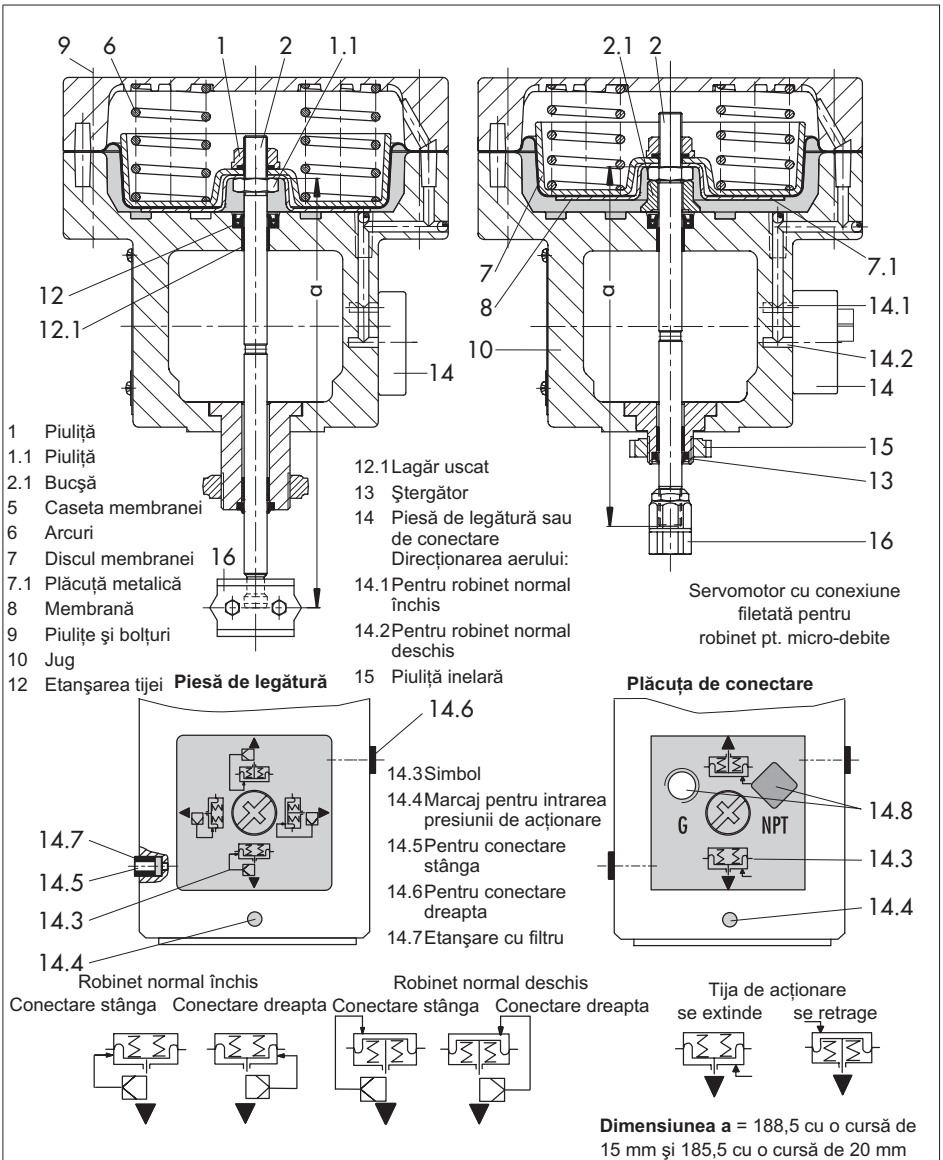

Fig. 4 · Servomotoare tip 3277-5 cu o suprafață utilă a membranei de 120 cm²
Servomotor tip 3277-5 (Fig. 4)
▶ Întoarceți piesa de legătură pentru a alinia simbolul (14.3) pentru acțiunea de autoprotecție adecvată cu marcajul (14.4). Consultați fig. 4, din stânga jos. Direcția de operare (>>) sau (<>) a poziționerului determină dacă va fi folosită piesa atașată din stânga sau din dreapta.
- ▶ Întoarceți piesa de conectare pentru a alinia simbolul (14.3) pentru poziția de siguranță adecvată "Robinet normal închis" sau "Robinet normal deschis" la marcajul (14.4). Consultați Fig. 4, din dreapta jos.